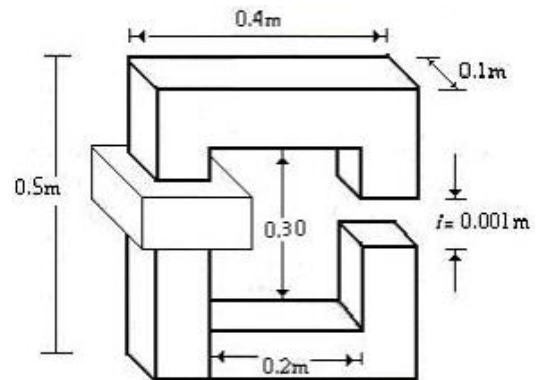

Fig. 3
4.-En el *entrehierro* del circuito magnético de la Fig. 3 se necesita un *flujo útil* de  $10 \text{ mWb}$ . Determinar la fmm *necesaria* suponiendo la construcción con chapa de *silicio-acero*. Considerar 5 % de *flujo disperso* en el entrehierro y *factor de laminado*  $0,85$ .